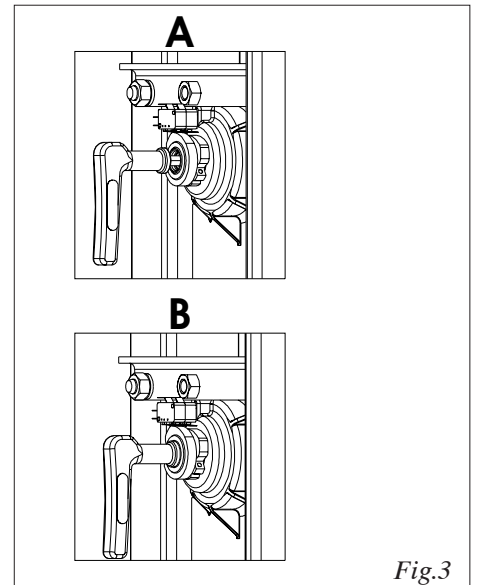

Fig.3
- inserire la chiave speciale che si trova dentro il montante nel foro di sblocco ( fig.3 rif.A) e ruotare in senso orario di alcuni giri fino a battuta meccanica.
**Attenzione: Sulla chiave di sblocco è presente un bordo circolare che si deve appoggiare all'albero (fig.3 rif.B), una volta raggiunta questa posizione non continuare a ruotare la chiave di sblocco per evitare di compromettere la funzionalità del sistema stesso.**